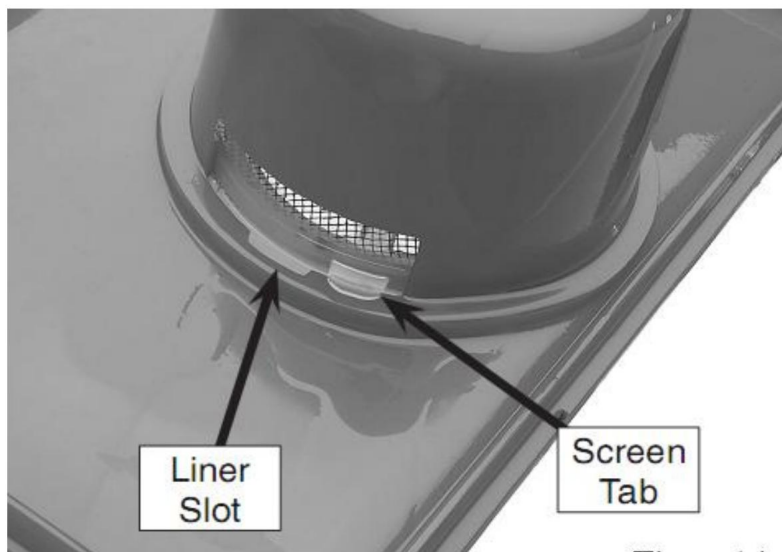

Figure 14
2.3 Retirez l'écran de la doublure en plastique en le faisant pivoter pour aligner l'écran languette avec la fente de la doublure vue du dessous sur la figure 14